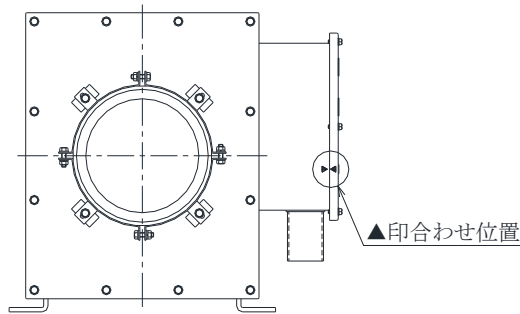

図8 蓋取り付け方向確認位置
- ② 端子箱側面及び端子箱蓋部には▲印を付けています。(図8参照)